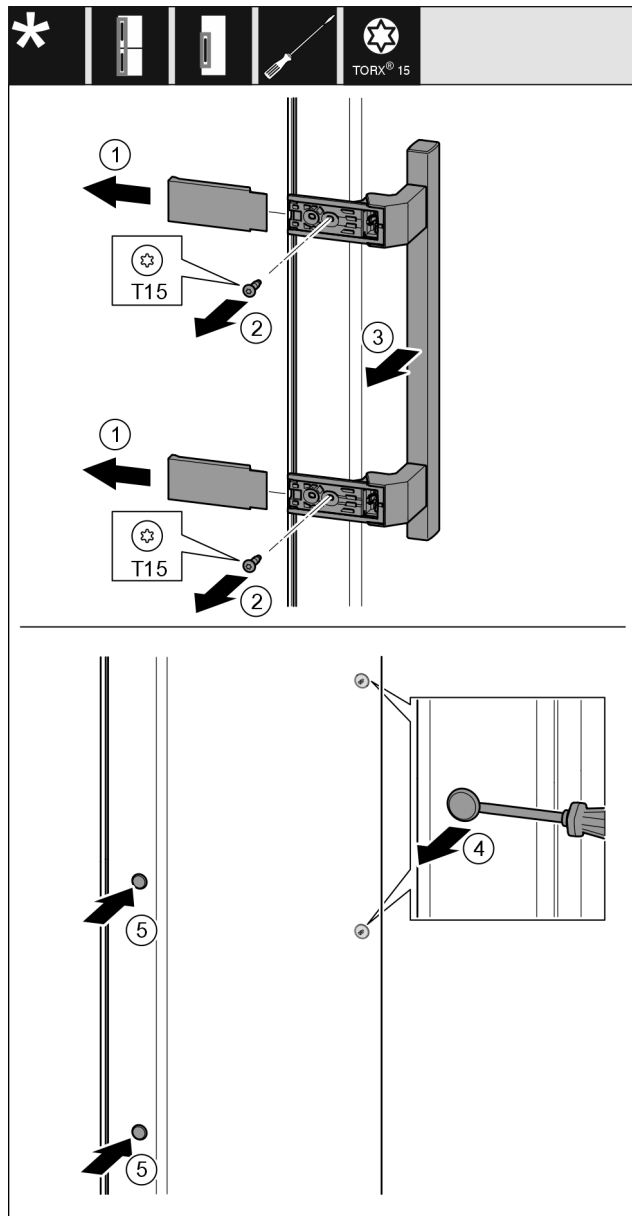

Fig. 54
- 拆下盖板 Fig. 54 (1)。
- 用螺丝刀将螺钉 Fig. 54 (2) 旋开。
- 取下把手 Fig. 54 (3)。
- 用带槽螺丝刀小心地提起侧边的堵头 Fig. 54 (4) 并将其拉出。
- 将堵头 Fig. 54 (5) 重新放入另一个侧。